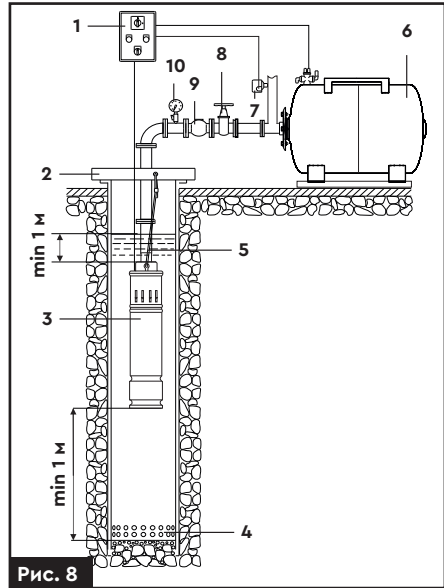

Рис. 8
- » Насос повинен розташовуватися на відстані не менш 1 м від сітчастого фільтра грубого очищення **(рис. 8)**.
- » Рівень води в свердловині повинен бути не нижче 1 м від напірного патрубку насоса **(рис. 8)**.
Схема монтажу трубопроводів (рис. 8)